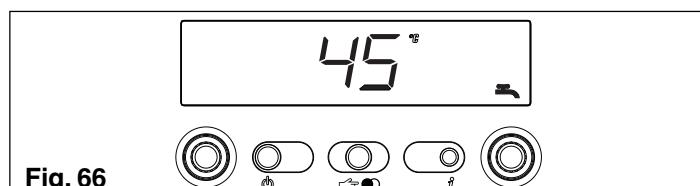

Fig. 66
**Info 4** visualiza a temperatura configurada (só boiler com sonda, fig. 66).